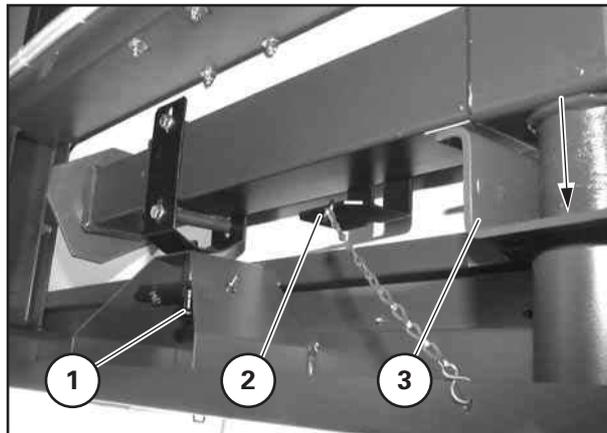

Bild 15 Stütze in Transportposition
- Stütze bis zum Anschlag zum Bediener hin ziehen (Pfeilrichtung Bild 15), so dass die Stütze in der Halterung (15/3) sitzt.